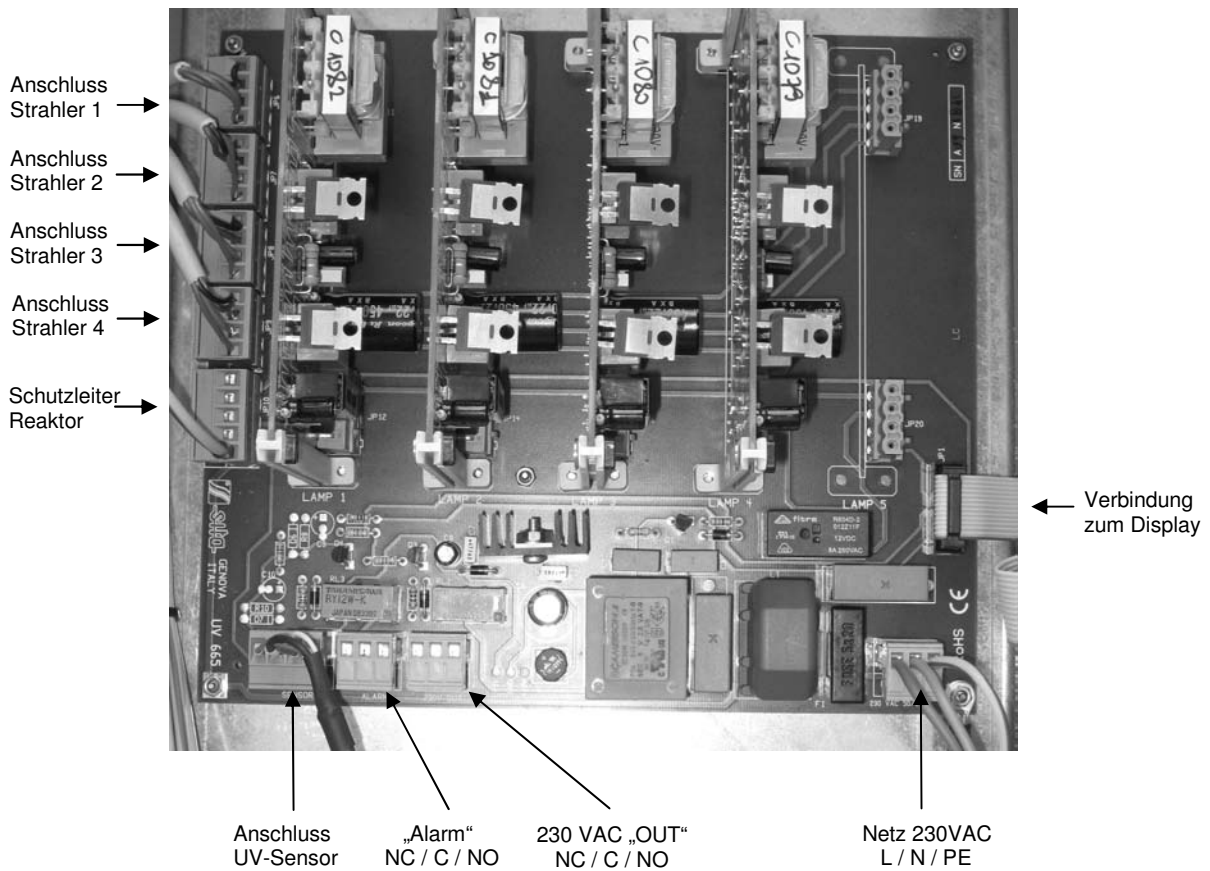

Abb. 9: Elektrischer Anschluss (hier JUV 140 GS)
2. Die noch freien Leitungseinführungen mit Kabelverschraubungen versehen, Anschlussleitung für Absperr-Elektromagnetventil bzw. Alarmmeldung durch die Kabelverschraubung führen und entsprechend des elektrischen Anschlusses (siehe Abb. 9) fachgerecht verdrahten.